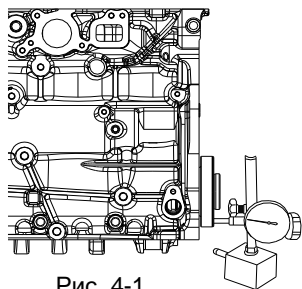

Рис. 4-1
1. Измерение осевого зазора коленчатого вала. После установки коленчатого вала с коренными вкладышами и упорными полукольцами, а также крышек коренных подшипников затяните болты крепления крышек требуемым моментом. Как показано на рис. 4-1, измерьте осевой зазор коленчатого вала с помощью индикатора часового типа, сдвигая вал вперед и назад в осевом направлении. Если зазор превышает предельно допустимый, замените упорные полукольца.